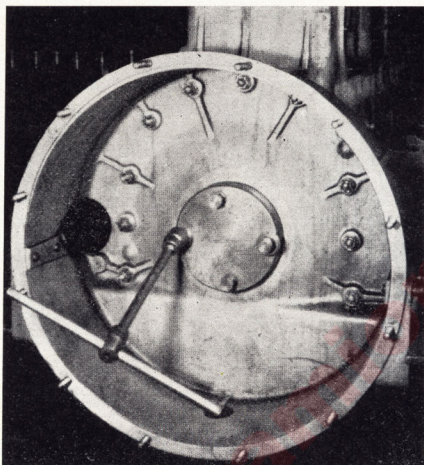

Fig. 105.—Montaje del cárter del volante con útil de centraje
- 2.º Para montar el cárter del volante, montar la junta impregnada y el deflector (12 - fig. 107), y montar el cárter del volante con ayuda del útil de centraje (fig. 105).